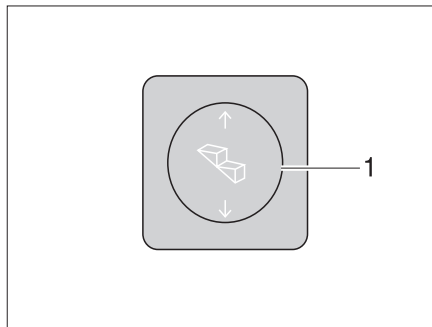

Fig. 7 Commutateur de commande du marchepied
- Appuyer sur le commutateur à bascule (Fig. 7,1) vers le bas jusqu'à ce que le marchepied soit entièrement sorti.
- Appuyer sur le commutateur à bascule (Fig. 7,1) vers le haut jusqu'à ce que le marchepied soit entièrement ressorti.